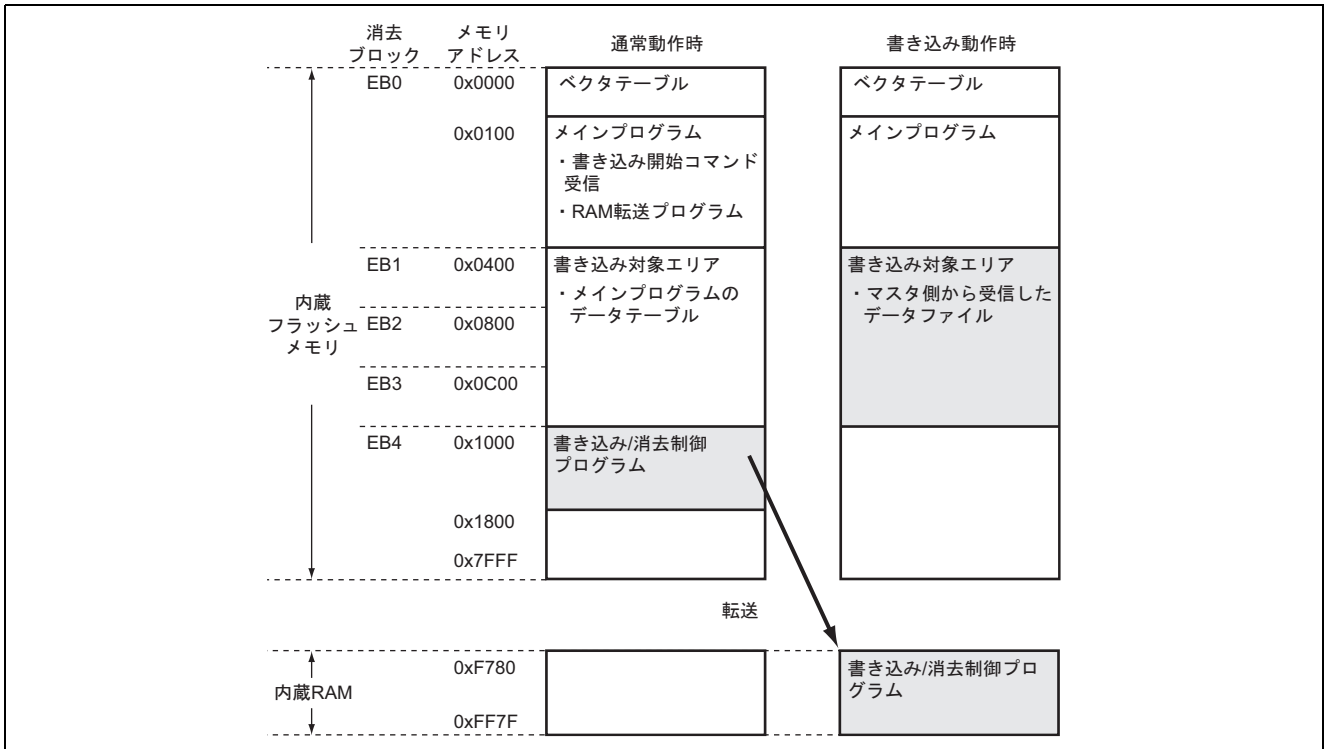

図 4 メモリマップ
- H8/38024F の通常動作時，書き込み動作時のメモリマップを図 4 に示します。